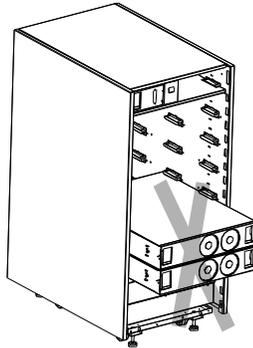

图 11
- 4) UPS 模块装入插槽时，必须在前一个 UPS 模块完全装入插槽后才能装下一个 UPS 模块，切勿几个 UPS 模块同时推入插槽（如图 11）；